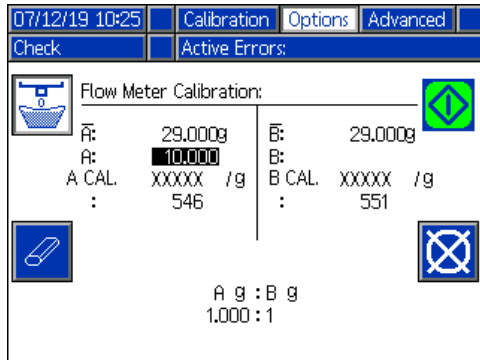

图 35: 输入净重
16. 在分配结束时，称量 A 侧材料，然后在屏幕左侧的字段中输入净重 (以克为单位) 参见图 35。
18. 如果您正在校准可变比例机器，但实际分配的比例不是所需的量 (显示在屏幕底部，如图 35 所示)，请相应地更改机械比例调整值。